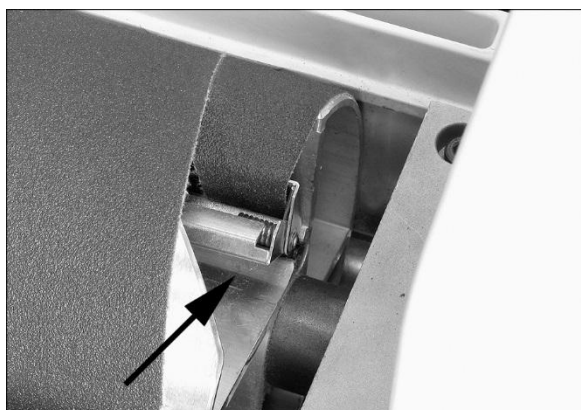

Abb. 6-9
6. Den rechten Spannhebel (Abb. 6-9) drücken und das Schleifbandende so weit wie möglich einführen. Falls nötig das Ende des Schleifbands kürzen.